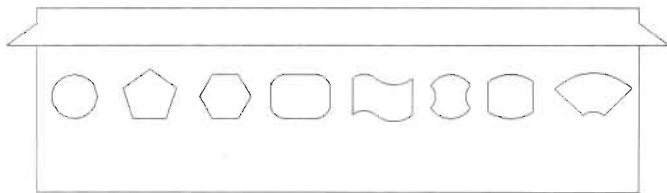

图 3-151
(3) 单击“缩放”工具栏的“实时缩放”按钮  放大显示图形，完成后的图形如图 3-151 所示。